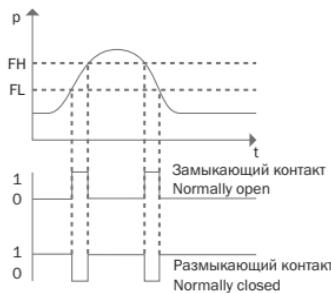

Рисунок 4: Функция окна
Функция ока позволяет осуществлять контроль определенного диапазона давления. Если давление в системе находится между нижним предельным значением окна (FL) и верхним предельным значением окна (FH), то выход активен (замыкающий контакт, п.о.) или неактивен (размыкающий контакт, п.с.) (см. рисунок 4).